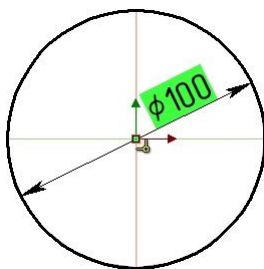

Рис. 1.5 – Создание 3D профиля поршня
1.6.2 Нарисуйте окружность радиуса a , например, инструментом «Окружность»  с панели «Эскиз». Диаметр окружности, равный $2a$, задайте с помощью размеров  (см. рис. 1.5)